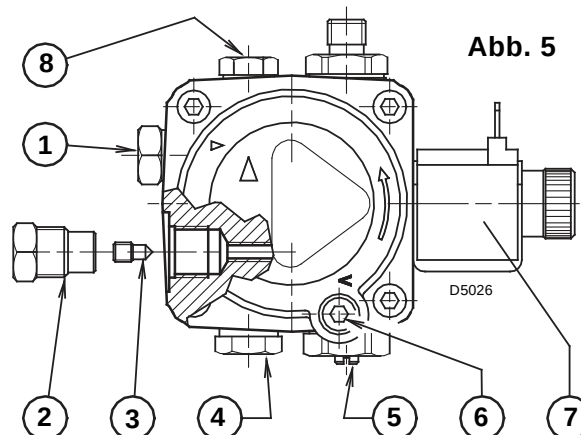
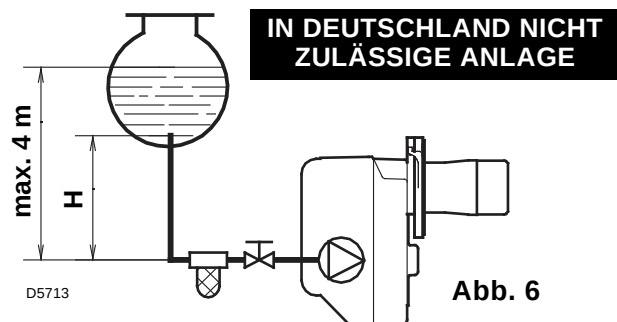

Abb. 5
Abb. 6
- Die Pumpe ist werkseitig für den Zweirohr-Betrieb eingerichtet. Wird ein Pumpen-Einrohrbetrieb für notwendig erachtet, so ist der Rücklauf-Schlauchleitungsstopfen (2) zu lösen und die By-Pass Schraube (3) zu entfernen. Danach ist der Rücklauf-Schlauchleitungsstopfen wieder einzuschrauben. (Siehe Abb. 5).
Bei der in Abb. 6 dargestellten Anlage ist es ausreichend, wenn man den Vakuummeteranschluß (5, Abb. 5) lockert und das Austreten des Brennstoffes abwartet.